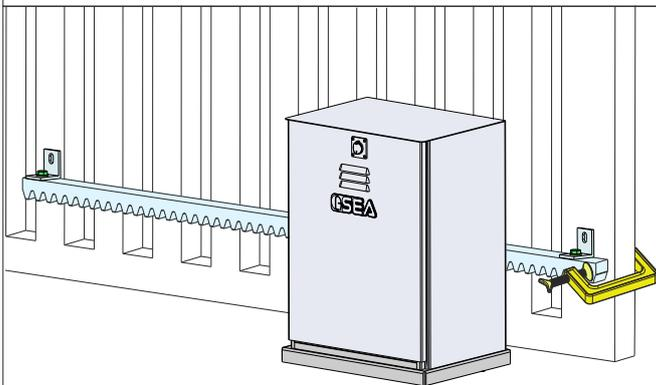

Fig. 15
- 7.4. Faire les trous sur la structure du portail en correspondance avec les trous «B» sur les supports métalliques, puis fixer la crémaillère au portail - Fig. 15 - à l'aide de vis (**NON FOURNIES**)